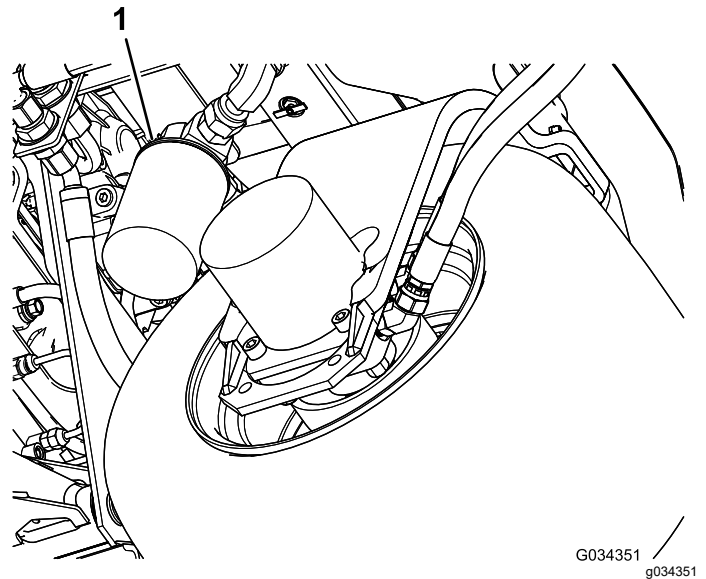

图 79
2. 清洁过滤器安装区周围的区域。在过滤器 (**图 79**) 下面放置一个放油盘并拆下过滤器。